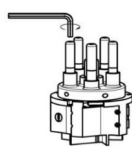

Abb. 15: Kontaktstift lösen
1. Kontaktstift mit dem Innensechskantschlüssel aus der Halterung lösen und entfernen (Abb.15).